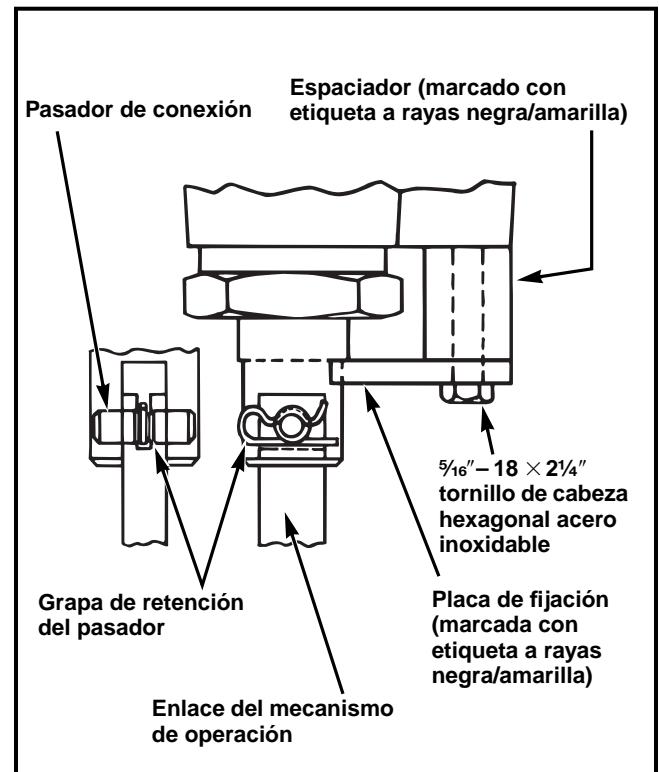

Figura 11. Conexión interruptor-enlace de vara de operación.
- (g) Insertar el pasador de conexión retenido en el paso 17(c) en el acople y la vara del mecanismo de operación. Ver Figura 11. *Será necesario aflojar el tornillo de cabeza hexagonal de  $\frac{5}{16}$ "-18  $\times$   $2\frac{1}{4}$ " indicado en la Figura 11 y retirarlo aproximadamente 3 mm de manera de poder introducir el pasador de conexión. No retirar el tornillo todavía.*
- (h) Colocar la grapa de retención del pasador como se indica en la Figura 11. *Asegurarse de que se coloca en la posición indicada.*
- (i) Retirar y descartar el tornillo de cabeza hexagonal de  $\frac{5}{16}$ "-18  $\times$   $2\frac{1}{4}$ " la placa de fijación (marcada con rayas amarillas y negras) y el espaciador (marcado con rayas amarillas y negras) como se ilustra en la Figura 11.
El acople del interruptor ha sido conectado a su enlace de material aislante de la vara del operador (ver Figura 11).